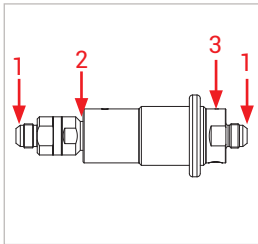
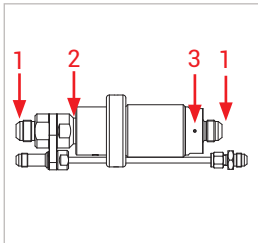

Abbildung 5
Abbildung 6
▶ Überprüfen Sie folgende Messstellen (*Abbildung 5* und *Abbildung 6*)
- Verschraubungen (1)
- Bereich der Spannzangen (2)
- Bereich der Exzenterbetätigung (3)